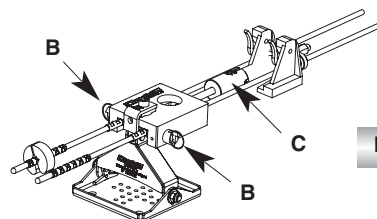

Fig. 27
7) Bloquear los dos ejes laterales de fijación de la herramienta en el ancla realizando un cuarto de vuelta en estos ejes que deben introducirse claramente (detalle B, Fig. 27). Verificar su colocación.
8) Proceder a la puesta en tensión atornillando la tuerca de extremo de la varilla roscada hasta que aparezca 200 Kg (máximo) indicado por la posición del índice de visualización (detalle C, Fig. 27).